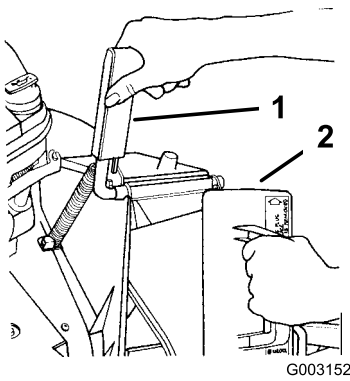

Figura 6
- Abra la puerta de descarga tirando del tirador hacia adelante y desplazando la puerta hacia atrás (Figura 6). Mientras inserta el tapón, sujete el tirador de la puerta para evitar que el muelle cierre la puerta.
2. Puesto que el tapón es algo más ancho que la abertura del conducto de descarga, gire el tapón ligeramente en el sentido de las agujas del reloj al insertarlo (Figura 6).